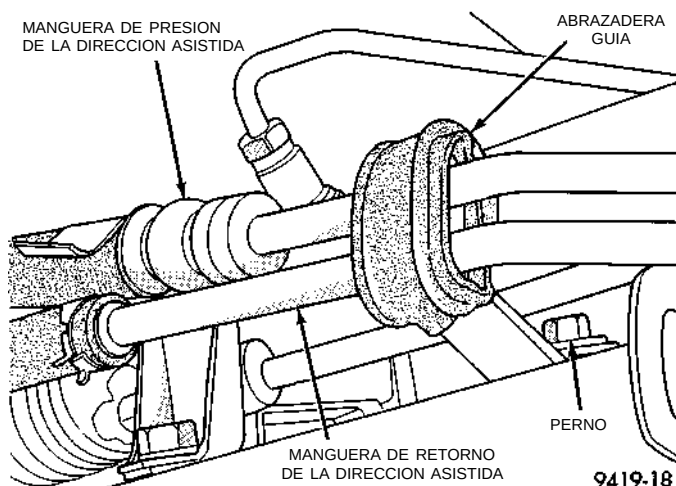
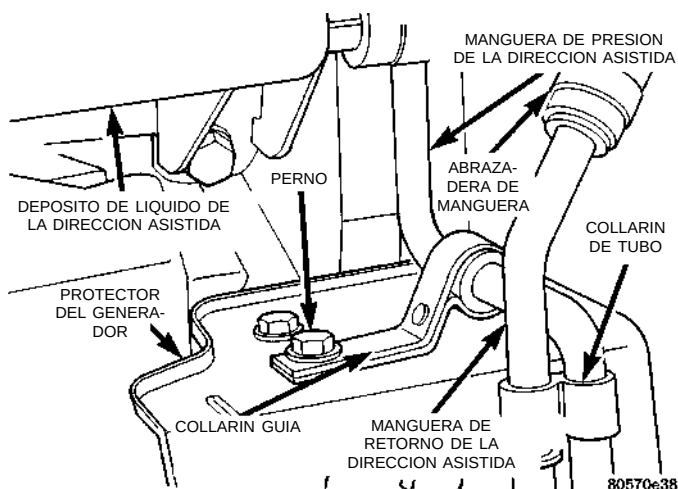
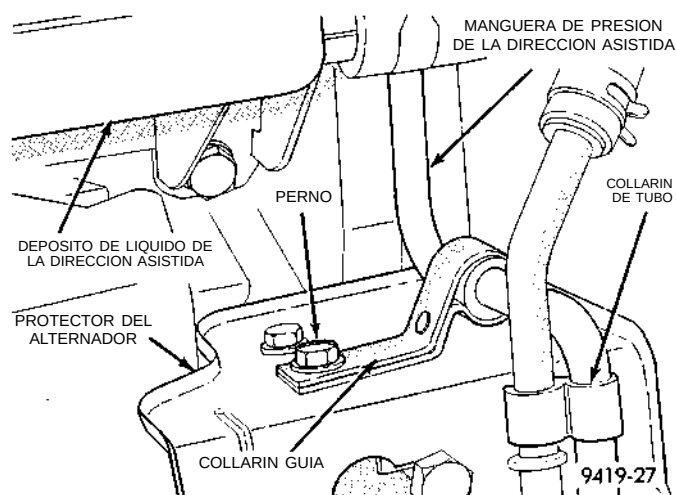
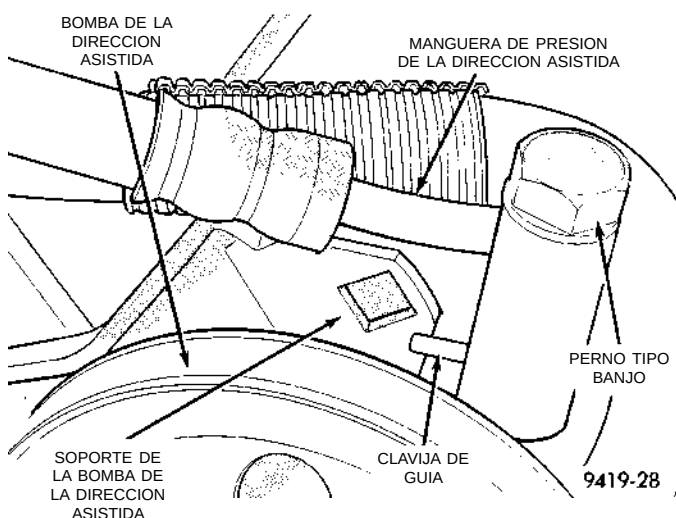

Fig. 8 Abrazadera guía de la manguera de la dirección asistida
Fig. 10 Collarín guía de la manguera de presión de la dirección asistida en el protector del generador
Fig. 11 Fijación de la manguera de la dirección asistida al protector del generador
Fig. 12 Fijación de la manguera de presión de la dirección asistida a la bomba de la dirección asistida
(1) Eleve el vehículo.
(2) Retire el perno que sujeta la abrazadera guía de la manguera de la dirección asistida a la parte delantera del travesaño del falso bastidor de la suspensión (Fig. 8).
(4) Retire la manguera de presión de la dirección asistida del collarín guía en el protector del generador (Fig. 10).
(5) Baje el vehículo.
(6) Retire el perno de fijación del collarín guía de la manguera de presión de la dirección asistida al protector del generador (Fig. 11).
(7) Afloje y retire el perno tipo Banjo y la manguera de presión de la dirección asistida de la conexión de presión en la bomba de la dirección asistida (Fig. 12).
(7) Fije la manguera de presión de la dirección asistida a la conexión de salida de la bomba de la dirección asistida (Fig. 12). **No apriete ni aplique torsión al perno tipo Banjo de la conexión de presión en este momento.**
(8) Guíe correctamente la manguera de presión de la dirección asistida evitando las curvas agudas o las torceduras de la misma. Instale el tornillo de fijación del collarín guía de la manguera de presión de la dirección asistida al protector del generador (Fig. 11) **pero no lo apriete en este momento.**
(9) Eleve el vehículo.
(11) Instale el collarín guía de la manguera de presión y de retorno de la dirección asistida en las mangueras (Fig. 8). Instale el perno que sujeta el collarín guía al travesaño del falso bastidor de la suspensión delantera. Apriete el perno que sujeta el collarín guía al travesaño del falso bastidor de la suspensión delantera con una torsión de 23 N·m (17 libras pie).
(12) Apriete la tuerca de tubo de la manguera de presión de la dirección asistida al mecanismo de dirección con una torsión de 34 N·m (25 libras pie).
(13) Instale la manguera de presión de la dirección asistida en el collarín guía en el protector del generador (Fig. 10).
(14) Baje el vehículo.
(15) Posicione la clavija de guía en la conexión tipo Banjo de la manguera de presión de la dirección asistida para que se encuentre contigua al soporte de instalación de la bomba de la dirección asistida (Fig. 12). Mientras sostiene la clavija de guía contra el soporte de instalación de la bomba de la dirección asistida, apriete el perno tipo Banjo del lado de la bomba con una torsión de 34 N·m (25 libras pie).
(16) Apriete con firmeza el perno que fija la abrazadera de la manguera de presión de la dirección asistida al protector del generador.
(17) Ponga en marcha el motor y déjelo funcionar unos segundos. Después apáguelo.
(18) Añada líquido si es necesario. Repita el procedimiento anterior hasta que el nivel de líquido permanezca constante después de hacer funcionar el motor.
(19) Eleve las ruedas delanteras hasta que no toquen el suelo.
(20) Ponga en marcha el motor. Haga girar lentamente el volante de dirección a la derecha y a la